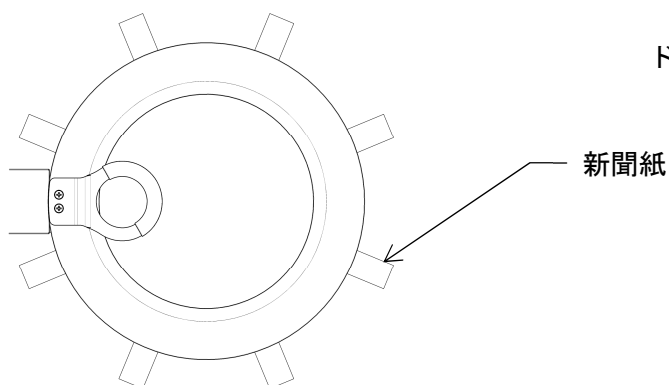

図 8-11
- ・その紙を(図 8-11)の様にドアパッキンとドア口金の間に挟み、ドアを閉めます。この時、水分は十分拭取られ、しばらくドアを開放し乾燥されていなくてはなりません。